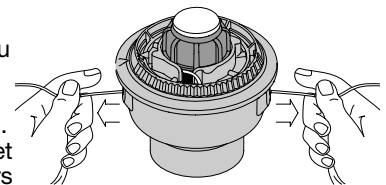

Fig. 20
9. Si le rembobinage du fil devient difficile ou si le fil se coince, tirez-en les extrémités de la bobine. Continuez de rembobiner le moulinet intérieur vers la gauche (Fig. 20).
Si le SpeedSpool^{MD} ne déroule pas le fil correctement, tirez fermement les extrémités du fil loin de la bobine (Fig. 20). Si cela ne suffit pas, suivez les instructions de Nettoyage du SpeedSpool^{MD}.